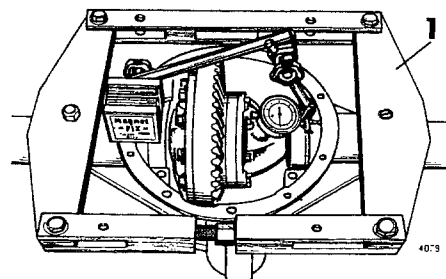

Fig 11-10. Sträckning av drivaxelhus
5. Montera sträckverktyget på drivaxeln. Anbringa en indikator-klocka enligt fig 11-10 och nollställ denna. Sträck ut drivaxelhuset 0,20-0,25 mm med verktyget. Sträck inte mer då i annat fall drivaxelhuset kan bli förstört.